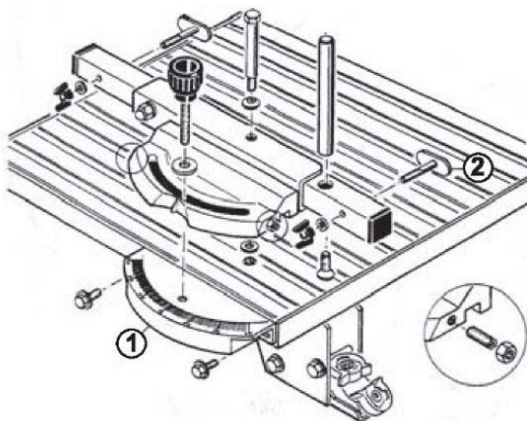

Abb. 12: Baugruppe Schiebetisch mit Winkelanschlag
Schritt 1: Montieren Sie den Skalenhalter (1, Abb. 12) an dem Schiebetisch.
Schritt 2: Setzen Sie die beiden Hammerkopfschrauben (2, Abb. 12) in das Anschlagrohr ein und kontern Sie diese. Ziehen Sie die Schrauben noch nicht vollständig fest!